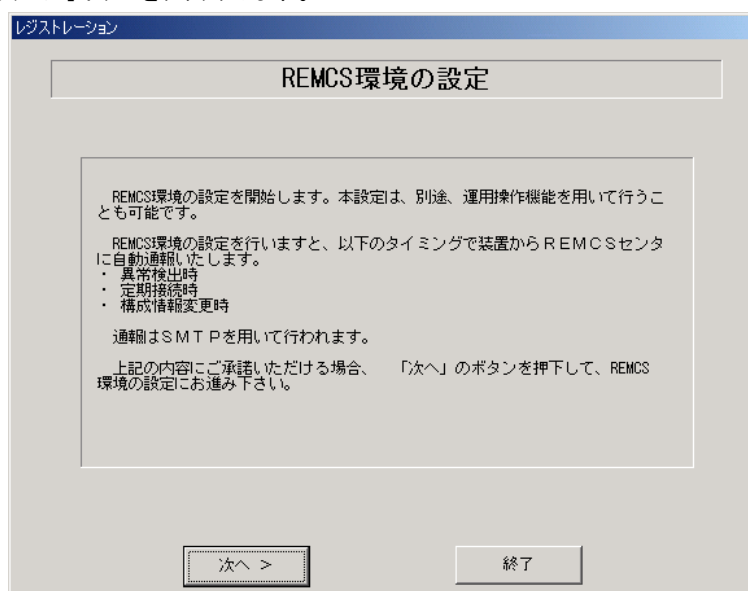

図 4-10 REMCS 環境設定(インターネット接続【メールのみ】)
- 14 「4.1.1 レジストレーション(インターネット接続【メールのみ】)」の完了後、つづけて REMCS 環境設定画面(図 4-10)が表示されます。画面の説明をお読みください。